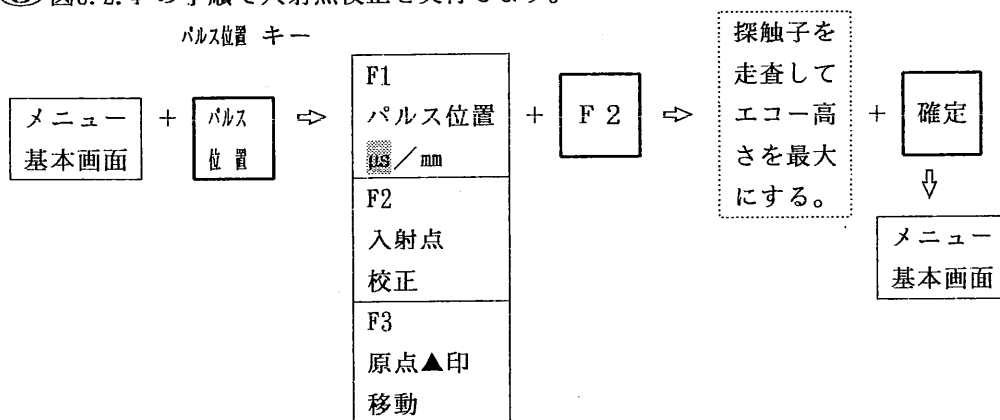

図 8. 2. 4 入射点校正の実行方法（この図は、図 8. 2. 3と同じです。）
- ① エコーのビーム路程測定点を、6. 2. 10. 2の手順で [F1] から [F7] に切替えます。
- ② 次に、ゲートレベルを、他のエコーに妨害されないレベルでできるだけ低く設定し、かつエコーの高さをできるだけ高くなるようにゲインを調整します。（探触子を走査したときエコーの高さが最も高くなる位置が読めなければなりません。
- ③ 図8. 2. 4 の手順で入射点校正を実行します。